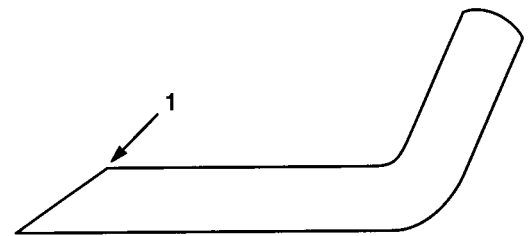

Bild 19
3. Die Schnittkanten aller Messerbalken kontrollieren. Stumpfe oder gekerbte Schnittkanten sind zu schärfen. Nur die Oberseite der Schnittkante schärfen, wobei der ursprüngliche Schnittwinkel beizubehalten ist, um die Schärfe des Messers zu gewährleisten (Bild 19). Wenn immer die gleiche Menge Metall von beiden Enden des Messers abgetragen wird, bleibt das Messer ausgewuchtet.